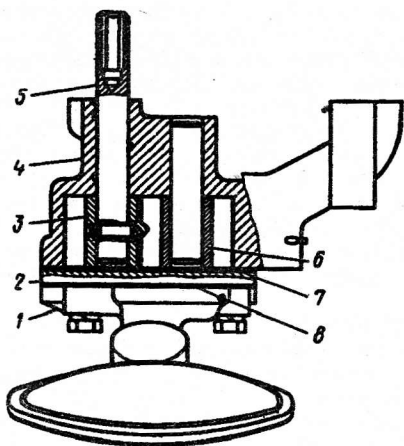

Рис. 9. Масляный насос:
**Масляный насос** (рис. 9). шестеренчатого типа установлен внутри масляного картера и крепится к блоку цилиндров двумя шпильками. Корпус насоса изготовлен из алюминиевого сплава, крышка насоса — из чугуна, шестерни насоса — из металлокерамики. Ведущая шестерня закреплена на валу штифтом; ведомая — свободно вращается на оси, запрессованной в корпусе насоса.